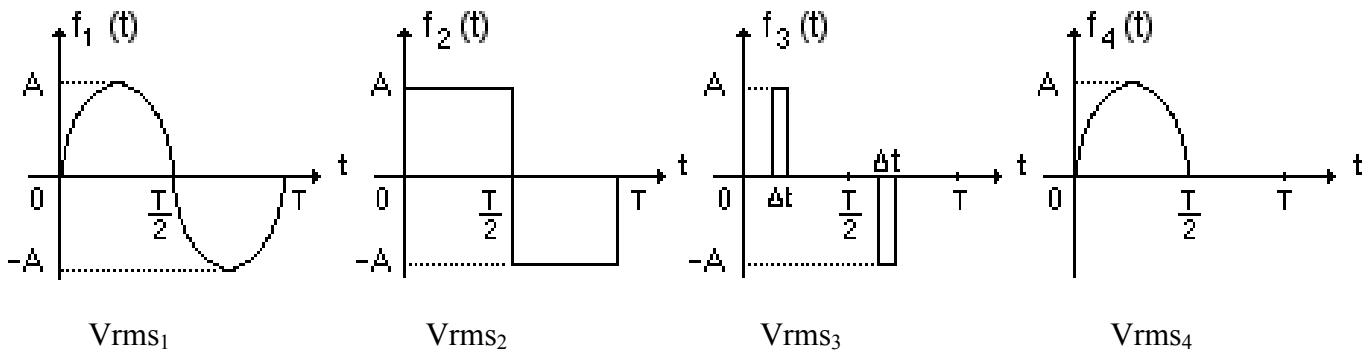

Figura 7.1.- Formas de onda AC
- 2.- Explique el significado físico de valor medio cuadrático (rms por sus siglas en inglés), llamado también valor eficaz, de una señal de voltaje o de corriente alterna y averigüe la relación entre el valor rms y el valor pico de las señales alternas $f_1(t)$, $f_2(t)$, $f_3(t)$ y $f_4(t)$ mostradas en la figura 7.1. Averigüe también el valor rms de una señal triangular de amplitud A y período T.